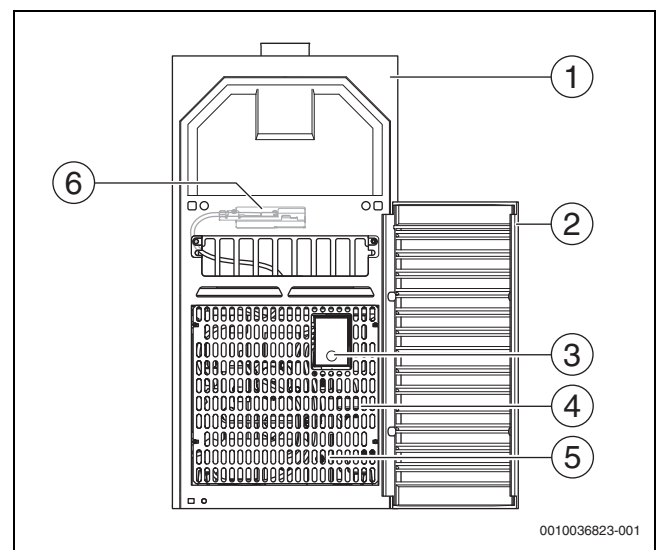

Bild 3 Produktübersicht
Das Typschild befindet sich in der Brennernische auf der rechten Seite (→ Bild 3, Seite 7).
- ▶ Entstörtaste drücken → Bild 3, [3], Seite 7.